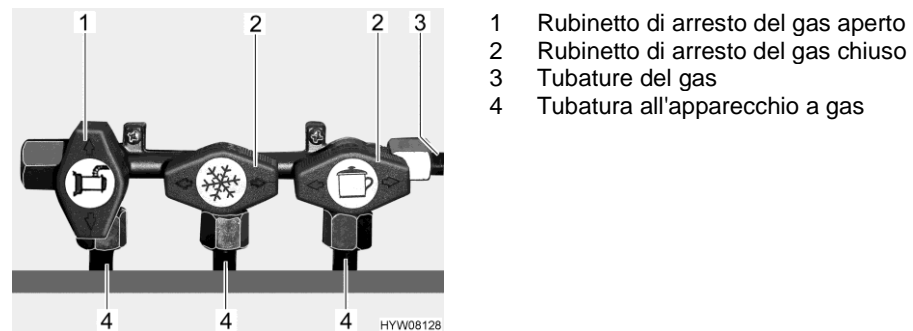

Fig. 113 Posizione dei rubinetti di arresto del gas (esempio)
- Apertura:** ■ Posizionare il rubinetto di arresto del gas dell'apparecchio a gas corrispondente parallelamente (Fig. 113,1) alla tubatura (Fig. 113,4) che alimenta l'apparecchio a gas.
- Chiusura:** ■ Posizionare il rubinetto di arresto del gas dell'apparecchio a gas corrispondente trasversalmente (Fig. 113,2) alla tubatura (Fig. 113,4) che alimenta l'apparecchio a gas.